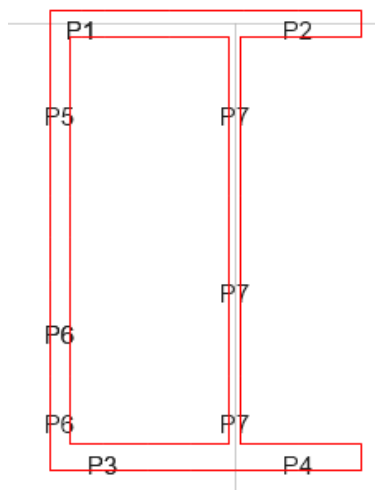

图 7-7 左侧核心筒墙肢标签
9. 不关闭壳指定-墙肢标签对话框，依次选择墙体并高亮选择后续 **Pn**，点击**应用**按钮。操作过程中，可以观察各部分墙体的标签变化。最左侧核心筒墙肢标签指定完成后如图 7-7 所示。